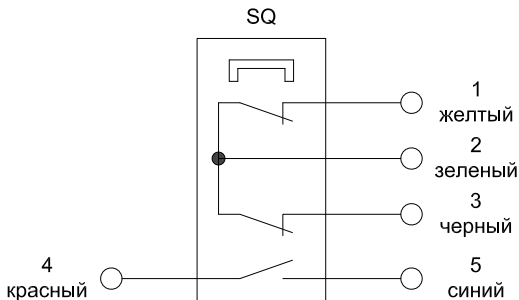

Рис.2
4.2 Электрическая схема датчика и маркировка проводов изображены на Рис.2.